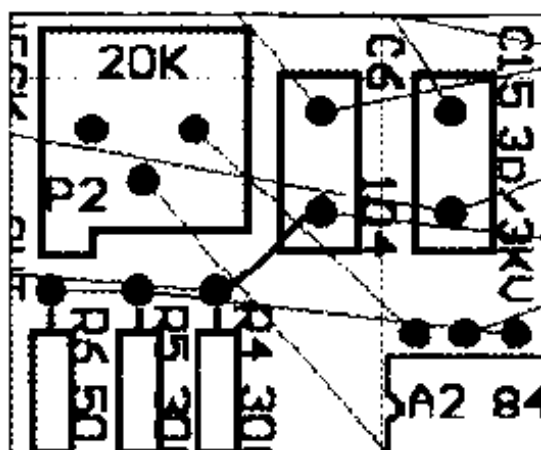

图 8-36 在指定连接点之间布线
- Connection 命令——连接点布线命令。选择此命令后,鼠标箭头变为十字光标,将十字光标移动到图中某两个连接点之间的预连线上单击,则程序立即在这两个连接点之间进行布线,得到如图 8-36 所示的效果。完成布线后鼠标箭头仍为十字光标,用户还可以继续对其他网络进行布线,右击鼠标,即可退出网络布线状态。